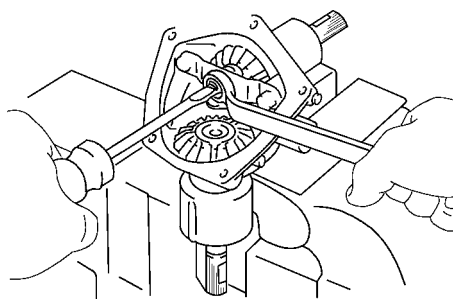

图 16-96 用螺钉旋具固定住调整螺栓
3) 使用螺钉旋具固定住调整螺栓，同时旋紧锁紧螺母，如图 16-96 所示。然后重新检查 1 号锥齿轮的预紧力矩。